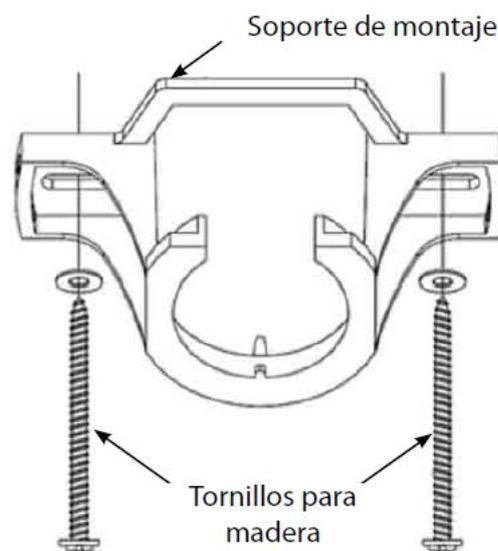

Figura 2
- 4) Fije el soporte de montaje (Figura 2) a la vigueta del cielo raso utilizando los tornillos largos incluidos. Asegúrese de enroscar al menos 40 mm del tornillo en el soporte.